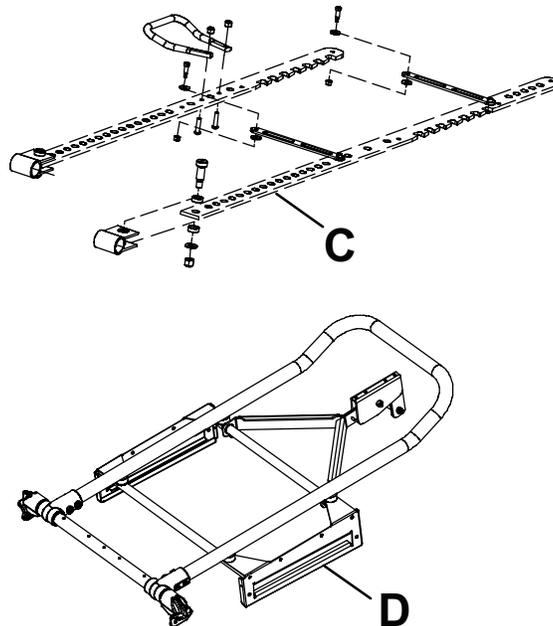

Abbildung 29 – Höhenverstellungsschienen und Schiebeplatten
4. **Tri-Flow™** auf die rechte und linke Höhenverstellungsschiene auftragen (C) (Abbildung 29). Auf eine gleichmäßige Applikation achten.
5. **Tri-Flow™** auf die rechte und linke Schiebeplatte (D) auftragen (Abbildung 29). Auf eine gleichmäßige Applikation achten.